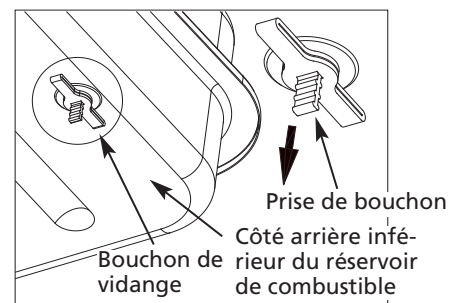

Figure 9 – Enlèvement du bouchon de vidange
1. Enlever le bouchon de vidange du côté arrière inférieur du réservoir de combustible en tirant la prise du bouchon vers le bas et vidanger. Voir la Figure 9.